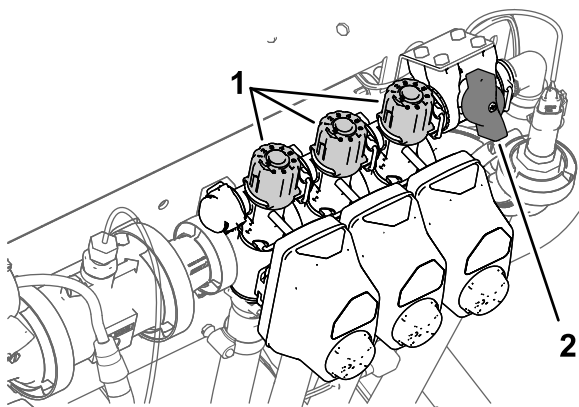

Figura 30
2. Disattivate l'interruttore della sezione sinistra e regolate la manopola di bypass della sezione (Figura 30) fino a quando il volume visualizzato non corrisponde al livello precedente in base alla tabella.
4. Regolate la manopola di bypass della sezione destra (Figura 30) fino a quando il volume visualizzato non corrisponde al livello precedente in base alla tabella.
6. Regolate la manopola di bypass della sezione centrale (Figura 30) fino a quando il volume visualizzato non corrisponde al livello precedente in base alla tabella.